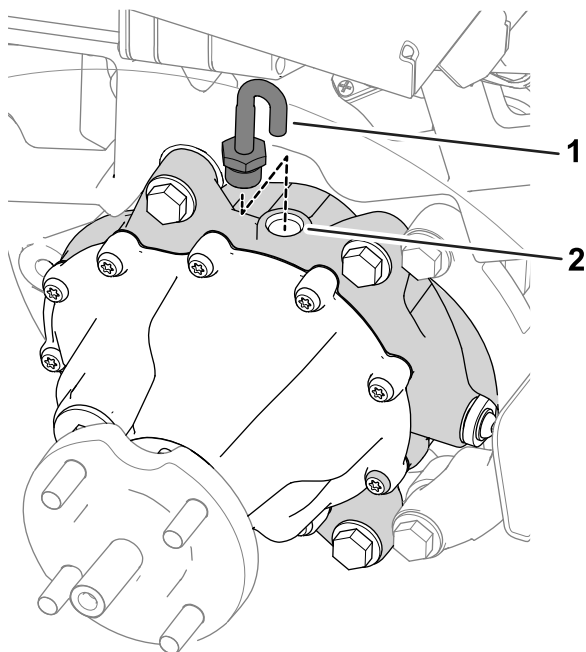

図 67
7. ギアボックス上部から換気ホースとフィッティングを外す **図 67**。
9. 給油ポートに換気ホースとフィッティングを取り付ける 図 67。